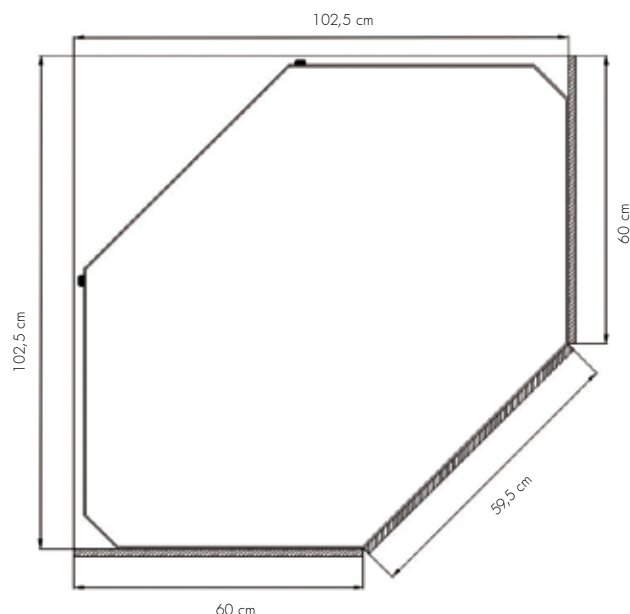

Fig 9
8.3. Integrering av hörnkyl (se fig. 9)